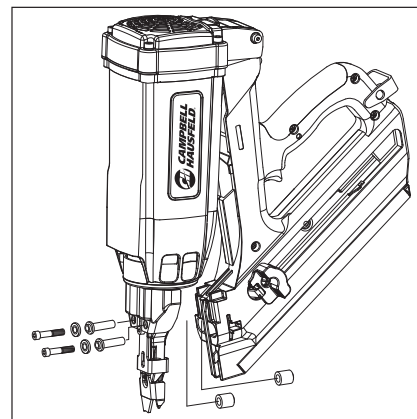

Figure 28
3. Retirer le boulon d'assemblage à tête creuse avec une clé à six pans (voir la figure 28).
4. Tirer le chargeur loin de l'assemblage de tête (voir la figure 28). Retirer les attaches bloquées.